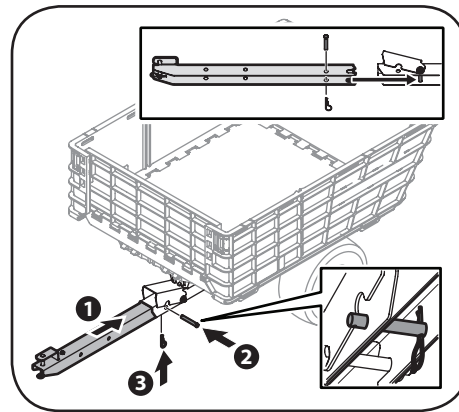

Figure 3-9
13. Faites glisser l'attache de la remorque dans le support de l'attache. Voir Figure 3-9. Alignez le trou arrière de l'attache sur le trou du support de l'attache, puis insérez la goupille d'attelage dans l'attache et dans le support. Fixez la goupille d'attelage avec la goupille fendue. Voir Figure 3-9.
14. Assurez-vous que la goupille d'attelage est installée à l'intérieur de l'attache de la remorque et du support. Voir Figure 3-9.